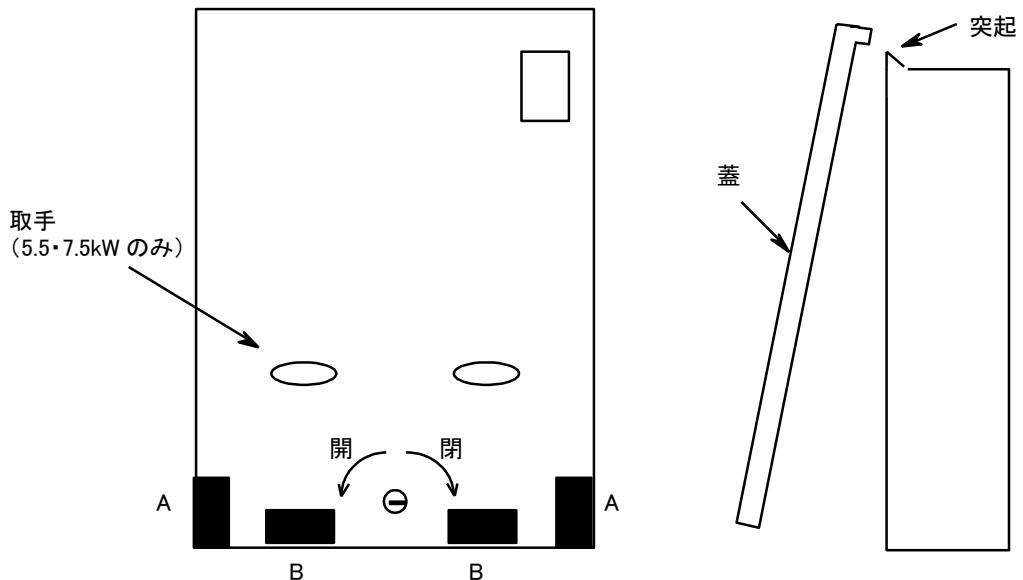

図 6
- (1) キャビネット下部の鍵穴にキーを差し込み、左廻り（反時計方向）に廻して解錠し、蓋両端のA部または取手に手をかけて手前に引いて、正面のキャビネット蓋を取り外してください（図6）。扉を装着する場合は、扉上部をキャビネット本体上部の突起に引掛けた後、B部を押します。次にキーを矢印の方向（時計廻り）へ廻してください。